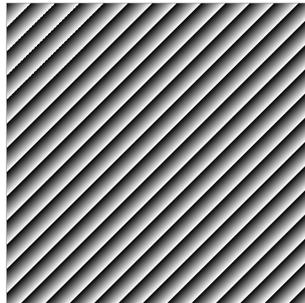

图 5-12
- 斜角灰度渐变: 如图 5-12 所示, 预览为水平斜对角方向的静止灰度渐变图;